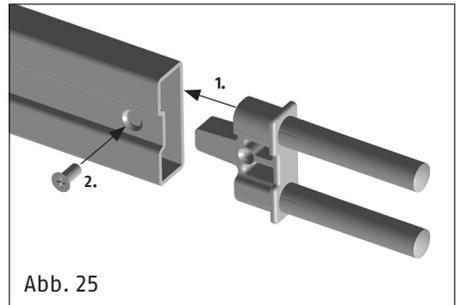

Abb. 25
- Riegelabschlusstück mit Rundbolzen einsetzen und mit der Schraube festschrauben (Abb. 25).